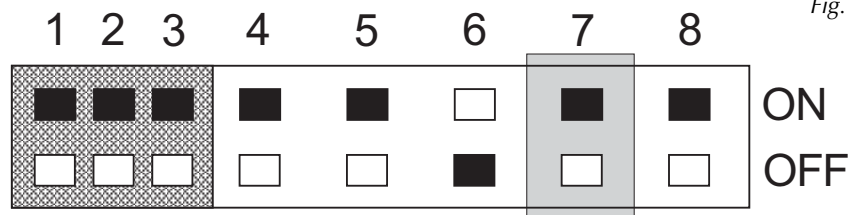

Fig. 1
- 6 - impostare il microinterruttore n° 7 (Fig. 1) nella posizione ON; **(ESCLUSO MODELLO GR 03)**
- 6 - set microswitch n.7 (Fig.1) to ON; **(GR 03 EXCLUDED)**
- 6 - mettre le micro-interrupteur n° 7 (Fig. 1) en position ON; **(SAUF GR03)**
- 6 - Den DIP-Schalter Nr. 7 (Bild 1) auf "ON" einstellen.